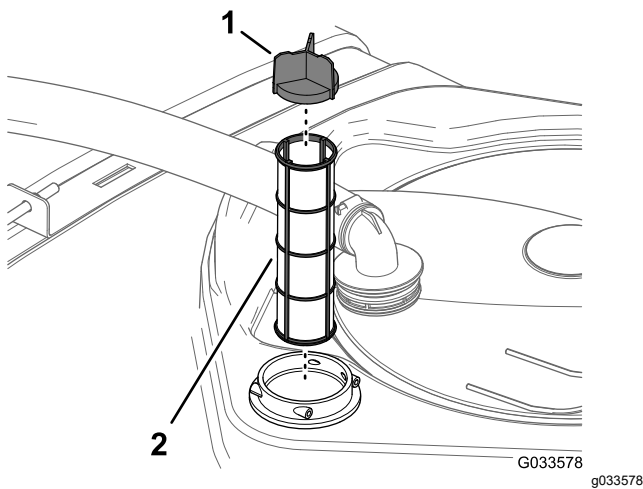

Bild 30
4. Ziehen Sie das Saugsieb aus dem Filtergehäuse im Behälter (Bild 30).